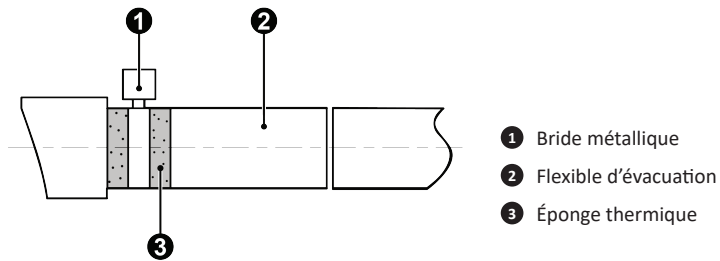
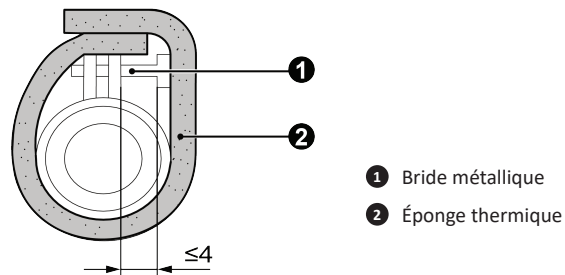

Fig. 4.9
Fig. 4.10
- ① Insérez le tuyau d'évacuation dans le trou d'évacuation et serrez-le avec des rubans, voir Fig. 4.9.
- ② Serrez le collier de serrage, en maintenant une distance inférieure à 4 mm entre l'écrou de vis et le tuyau.
- ① bride métallique (accessoire) ② flexible d'évacuation (accessoire) ③ Ruban gris (accessoire)
③ Utilisez la plaque d'étanchéité pour isoler le collier de serrage et le tuyau, voir Fig. 4.10.
① bride métallique (accessoire) ② éponge thermique (accessoire)